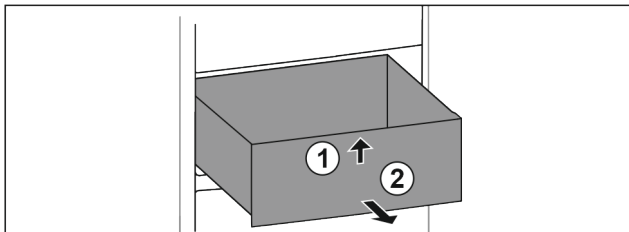

Fig. 91
- Schubfach vorne anheben. Fig. 91 (1)
- Schubfach nach vorne entnehmen. Fig. 91 (2)